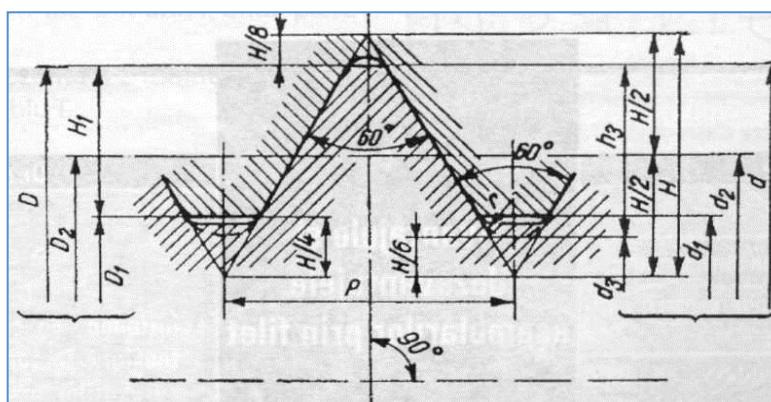

Figura 3
b. Comparați elementele geometrice ale filetului reprezentat în Figura 3, cu cele ale piesei selectate și notați caracteristicile elementelor geometrice ale filetului în Tabelul 1